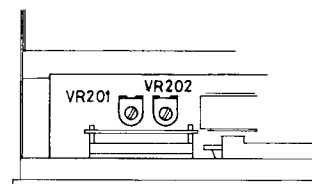

Fig. 1
2. Si la fréquence affichée diffère de 1000kHz, ajuster le potentiomètre VR201 (Fig. 1).